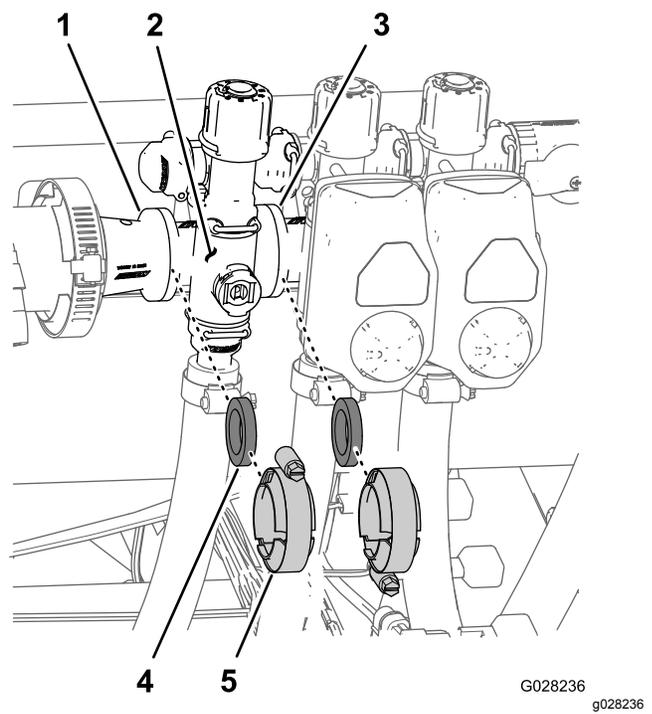

図 73
1. 個別ブームバルブ 図 73 のマニホールドを隣接する個別ブームバルブ左ブームの場合はリデュースカップリングに固定しているクランプとガスケットを外す。